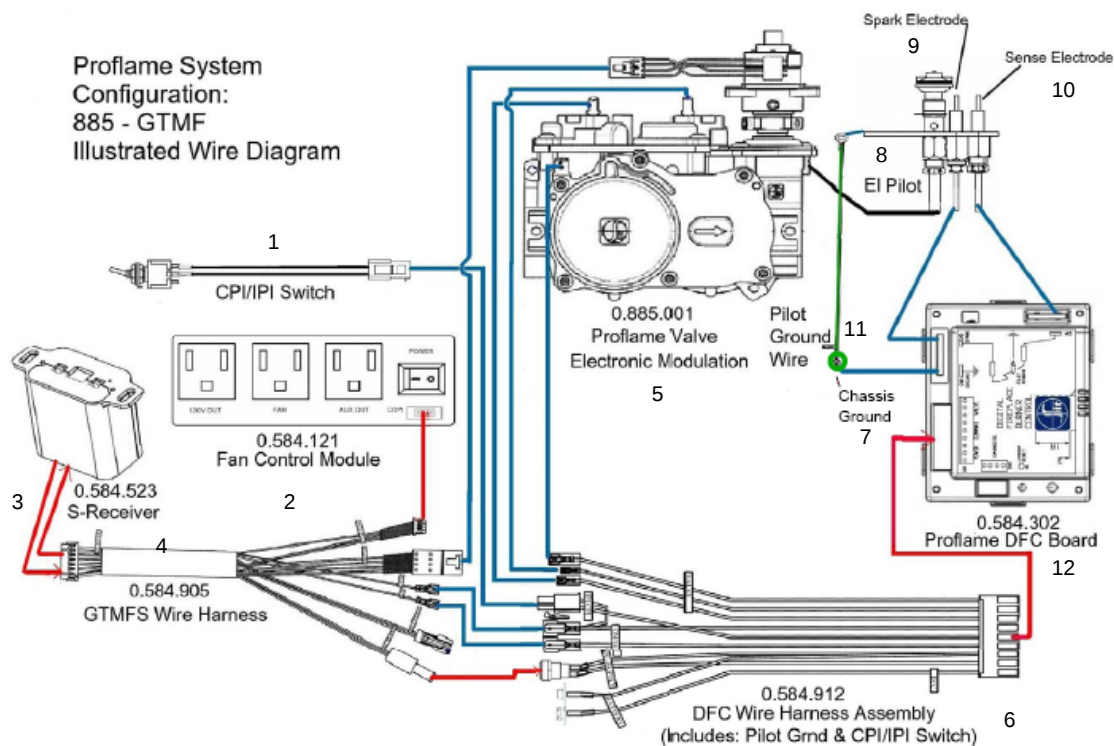

Figure 15 Diagramme de filage Tucson DX
- La terminaison doit respecter la charte de la figure 15
- La terminaison doit respecter les chartes de la figure 15
- 🔥 La terminaison doit respecter les recommandations de la figure 15.